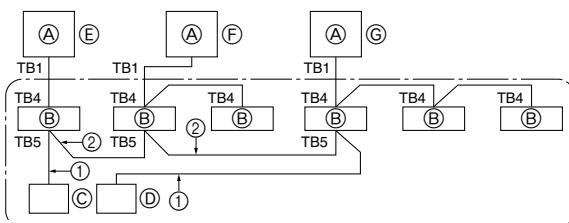

Fig. 10-1
- ① Schalten Sie die Anlage ein (Leistungsschalter).
- ② Stellen Sie nach dem Schließen des Gassperrventils den SWP-Schalter auf der Schalttafel der Außenanlage auf ON/EIN ein. Der Kompressor (Außenanlage) und die Ventilatoren (Innen- und Außenanlagen) beginnen zu arbeiten und der Kältemittelsammelvorgang setzt ein. LED1 und LED2 auf der Schalttafel der Außenanlage leuchten.
- ③ Da die Anlage sich automatisch etwa zwei bis drei Minuten nach dem Sammeln des Kältemittels ausschaltet (LED1 und LED2 leuchten), stellen Sie sicher, daß das Gas sperrventil unverzüglich geschlossen wird. Wenn LED1 und LED2 leuchten und die Außenanlage ausgeschaltet ist, öffnen Sie das Flüssigkeitssperrventil vollständig, und wiederholen Sie dann nach Ablauf von drei Minuten Schritt ②.
- ④ Unterbrechen Sie die Stromversorgung (Leistungsschalter).
10. Kontrolle des Systems (Fig. 10-1)